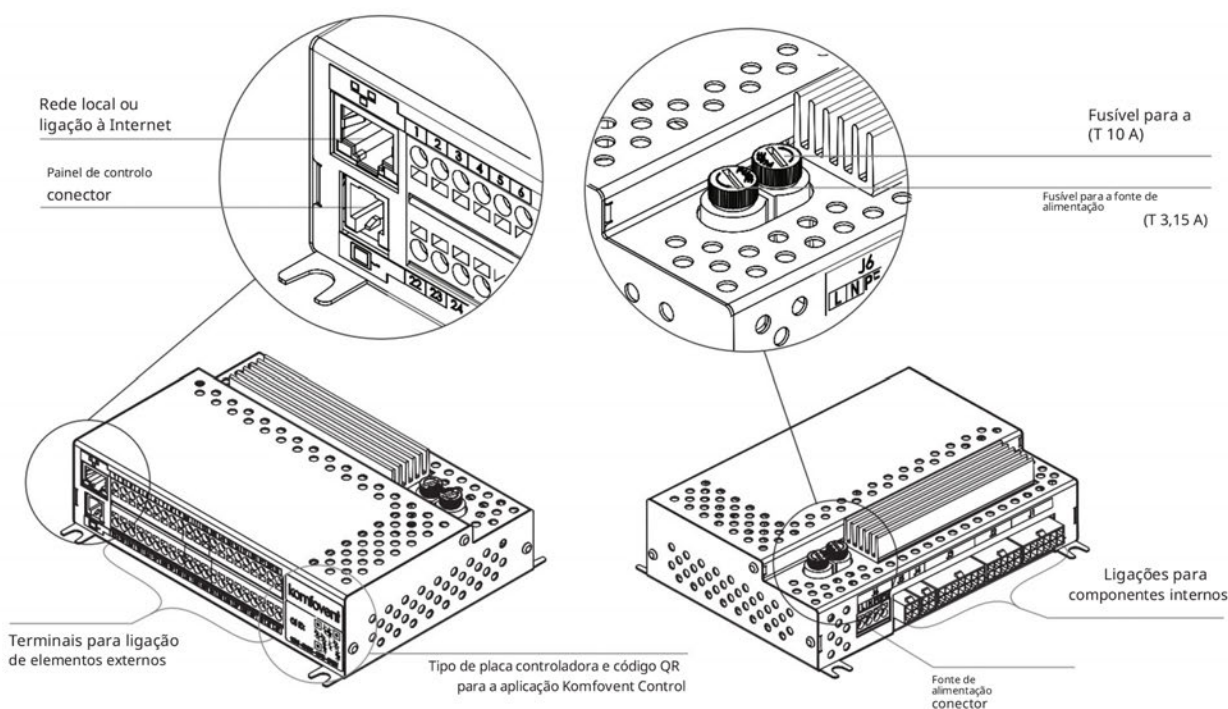

Fig. 13. Placa principal do controlador C6M
Recomenda-se que o cabo do painel de controlo seja instalado de forma a não passar próximo dos fios de alimentação ou de equipamento elétrico de alta tensão (armários de entrada elétrica, caldeira elétrica de aquecimento de água, unidade de ar condicionado, etc.). O cabo pode ser passado através dos orifícios na parte traseira ou inferior do painel de controlo (siga as instruções de instalação fornecidas com o painel de controlo). O fio para a placa controladora C6M é ligado a uma ranhura dedicada (conector RJ9; ver Fig. 13) ou aos terminais para ligações externas.
A unidade pode ser controlada não só através do painel de controlo, mas também por computador ou smartphone. Nesses casos, a unidade de tratamento de ar deve estar ligada a uma rede informática local ou à Internet. A unidade é controlada por um computador através de um navegador da Web ou por um smartphone com a aplicação Komfovent Control. A unidade de tratamento de ar é ligada à rede de computadores com um cabo do tipo CAT5 (conector RJ45; ver Fig. 13). O comprimento total do cabo entre a unidade e o router da rede não deve exceder 100 m.
- A forma mais fácil de gerir a sua unidade através da Internet é utilizar um smartphone com a aplicação Komfovent Control. Inicie a aplicação no seu telemóvel (o telemóvel deve ter acesso à Internet). Quando se ligar pela primeira vez, a aplicação irá pedir-lhe para digitalizar o código QR na parte frontal do painel de controlo (ver Fig. 13). Ao digitalizar o código, a aplicação estabelecerá automaticamente a ligação à unidade.